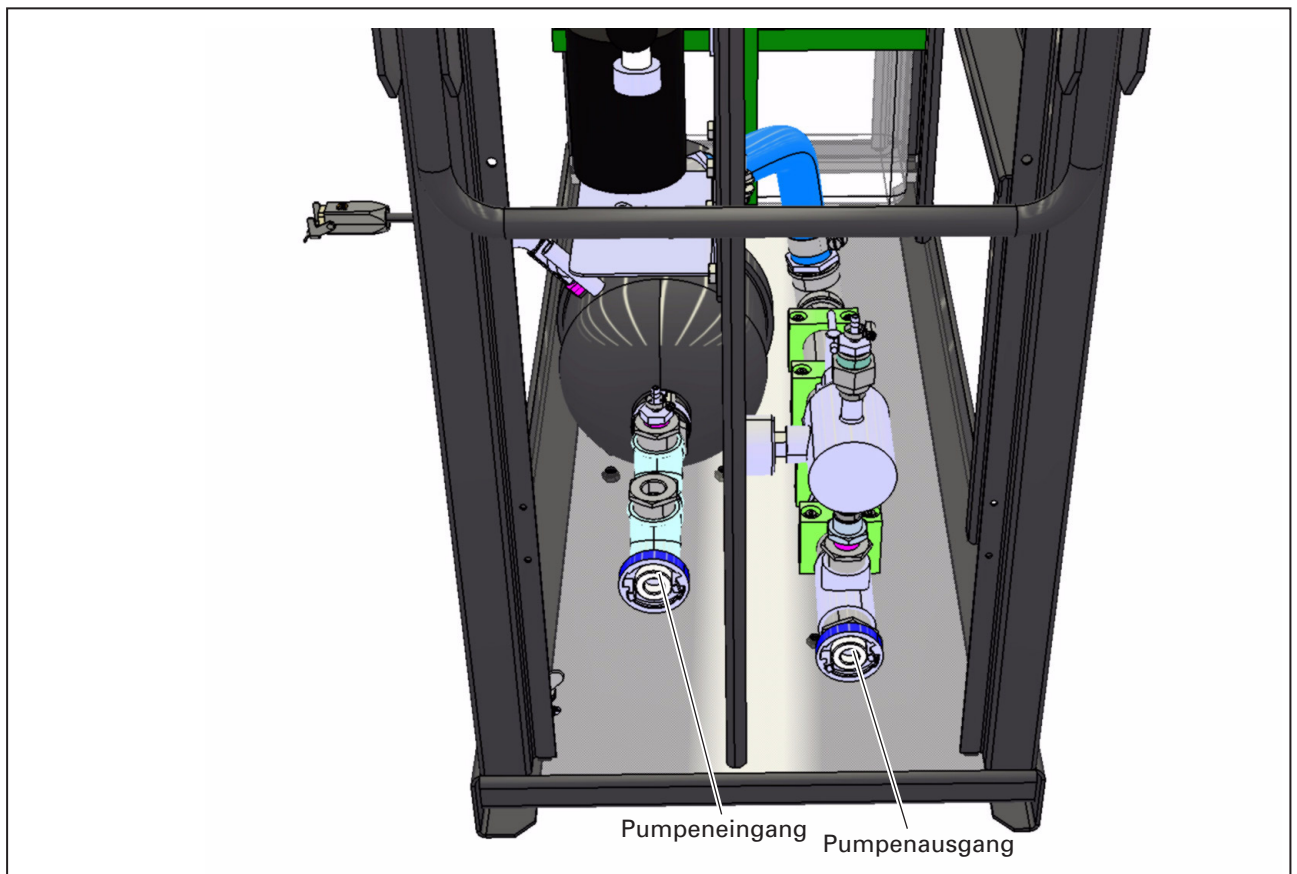

Bild 25 Anschlüsse am Technikmodul
- An der Entnahmespindel L (Bild 25 Chlormesszelle) oder am Probehahn der Rücklaufarmatur (4.123-122.0) wird die Wasserprobe zum Kalibrieren entnommen.